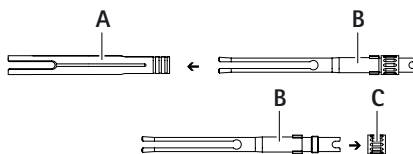

Fig. 8
- Desaparafusar o parafuso de aperto **C** para trás e retirá-lo da pinça tensora **B**, ver Fig. 8.